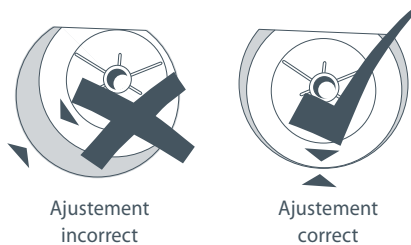

Fig.7
- 5 Ouvrez le couvercle et vérifiez le tambour de la laveuse pour vous assurer qu'il est bien centré et légèrement vers l'avant (Voir Fig. 7).